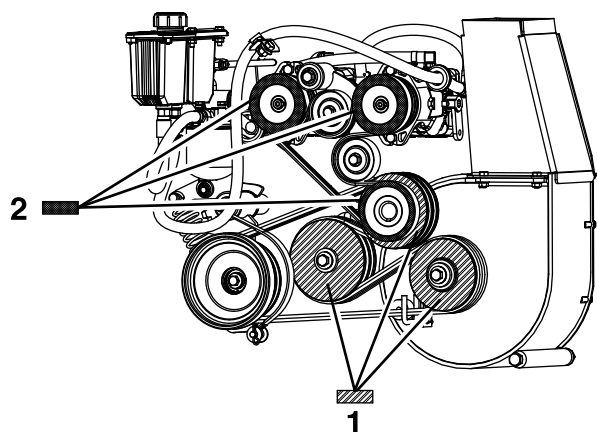

Figura 60
8. Midiendo desde la polea del soplador como punto de partida, mueva el motor y el eje secundario hasta que las superficies traseras de las tres poleas queden alineadas con una tolerancia de 0.8 – 1.6 mm ($\frac{1}{32}$ " – $\frac{1}{16}$ ") (Figura 60).
4. Usando una regla, alinee cada polea de la bomba con la polea del motor deslizándola por el eje de la bomba (Figura 60).